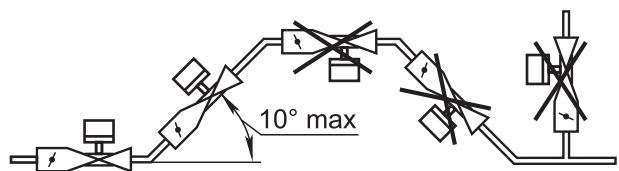

Рис. 2
4.2.6 Произведите монтаж клапана на трубопровод, в соответствии с рекомендацией по расположению клапана на трубопроводе (рис. 2). Отклонение катушки от вертикального положения допускается не более 10°.